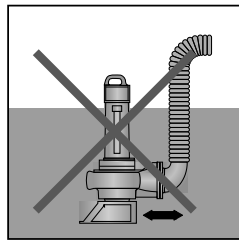

Рис. 2
- При длительной работе насос при мобильном монтаже не должен оставаться незакрепленным на гладкой поверхности (рис. 2). Пусковой рывок, постоянные вибрации и колебания насоса будут постоянно двигать его по ровной поверхности. В таком случае насос должен быть закреплен на полу или фундаменте.